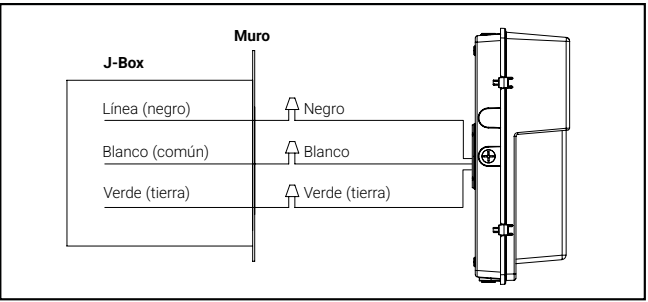

Figura 5
7. Empalme los cables de alimentación del circuito derivado con los cables de alimentación de la luminaria, negro con negro (vivo), blanco con blanco (neutro) y verde con verde (tierra). (Figura 5)